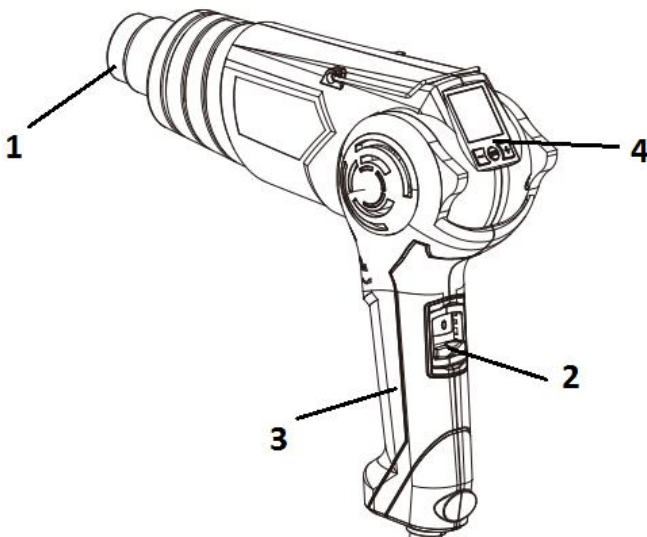

Рисунок 1
2.2.1 Конструкція виробу вміщена в корпус з термостійкого пластику і складається з наступних основних частин: нагрівального блоку в складі нагрівального елемента спірального типу в термоізолюючому кожуху з вихідним сталевим соплом нагрітого повітря (1); компресорного блоку у складі колекторного двигуна змінного струму з відцентровою повітряною крильчаткою; перемикач/вимикач режимів (2), цифровим регулятором температури (4) – згідно рис.1.